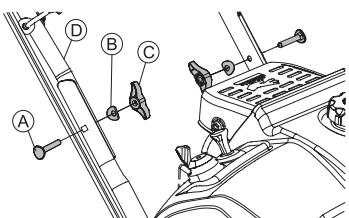

Рис. 3
- Зафиксируйте верхнюю ручку (D) на нижней части рукоятки с помощью болтов M8 x 55 (A), двух шайб (B) и двух фиксаторов (C) (Рис. 3). Крепеж необходимо предварительно извлечь из нижней части рукоятки.